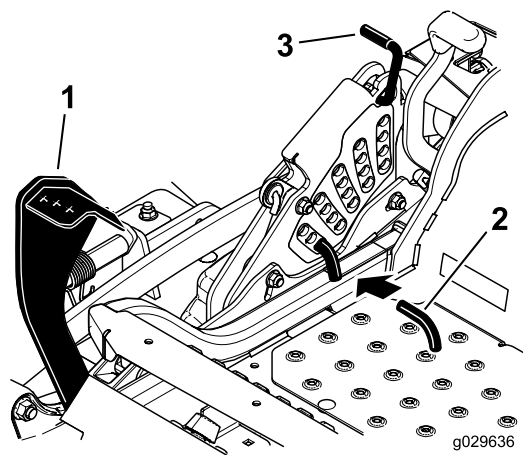

Figure 95
5. Enfoncez la pédale de levage du tablier de coupe au maximum pour verrouiller le tablier à la position de transport de 14 cm (5,5 po) (Figure 95).